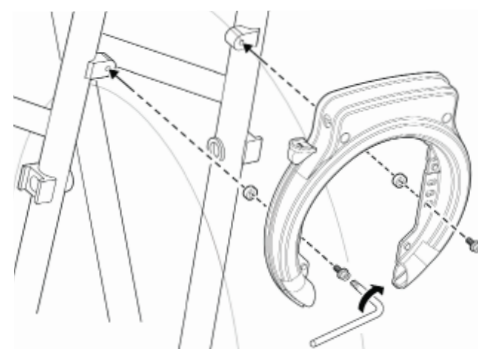

Figura 7: Instale el candado; posición de montaje del marco n.º 2
- Solo para la colocación del montaje del marco n.º 2:** DEBE incluir un espaciador de 5 mm en cada perno, entre el candado y el montaje del marco (Figura 7).